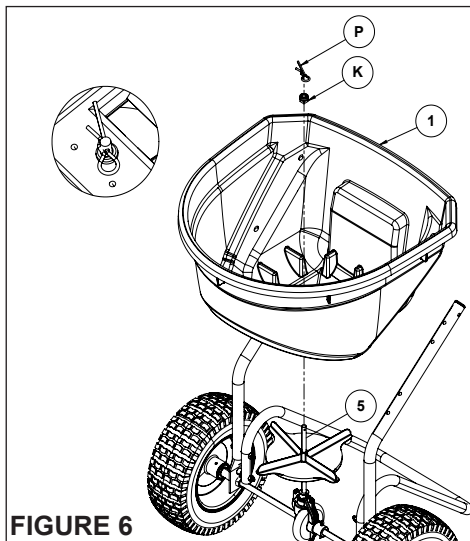

FIGURE 6
ÉTAPE 6 : (VOIR FIGURE 6)
- Alignez la trémie de l'épandeur (1) avec l'arbre (5).
- Enfilez la bague (K) sur l'arbre (5), puis bloquez l'ensemble avec la goupille en R (P).